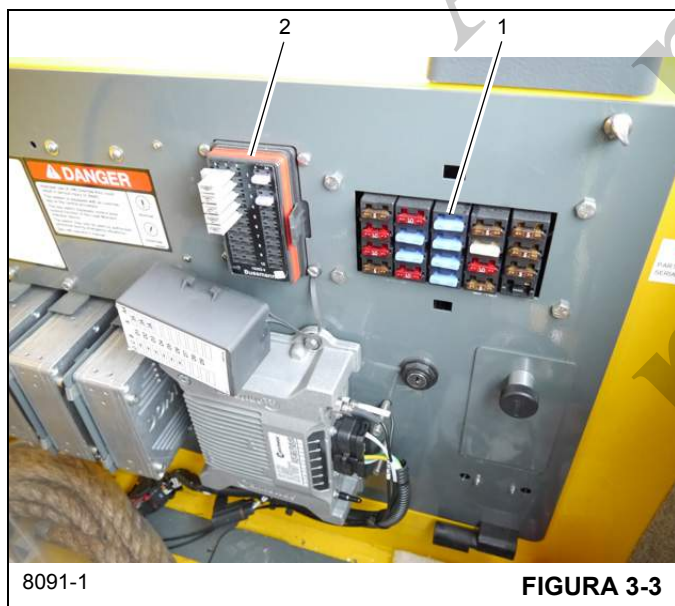
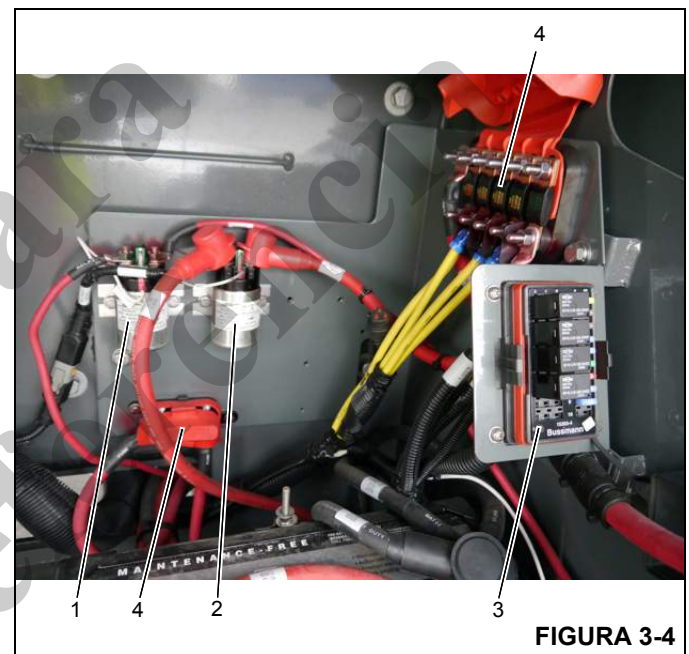

FIGURA 3-3
FIGURA 3-4
Os fusíveis se encontram atrás do assento na cabine (1) (Figura 3-3). No painel de fusíveis da caixa de baterias (3) (Figura 3-4) e na caixa de baterias (4).
Os relés estão localizados na parte traseira da caixa de baterias (Figura 3-4): relé K-301 relé de potência (1) e relé K-302 relé do aquecedor da grade (2).